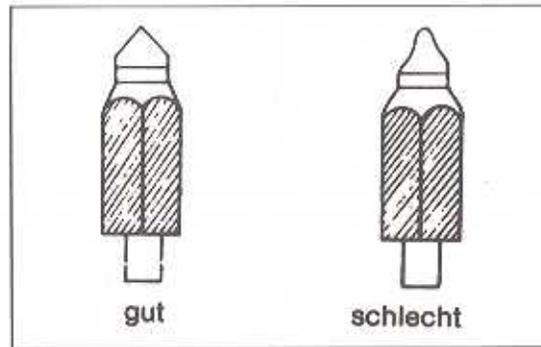

Bild 63
- Die Schwimmernadel aus dem Sitz nehmen und den Konus auf Verschleiss prüfen (Bild 63). Ist die Nadel defekt, muss sie mit dem Sitz ersetzt werden. Dabei muss eine Dichtung gleicher Stärke verwendet werden.